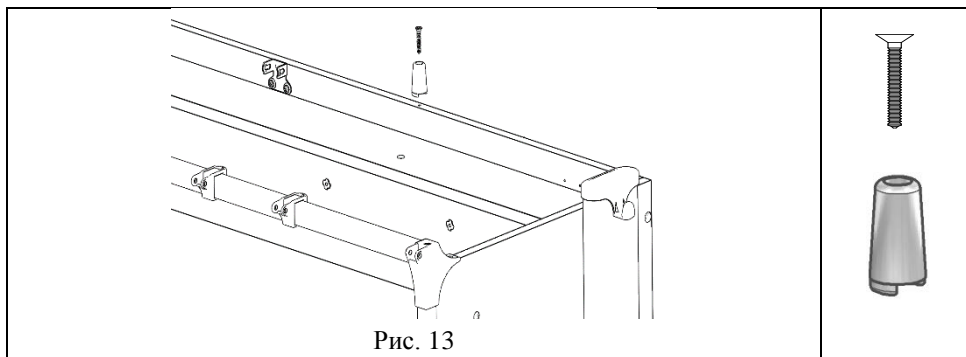

Рис. 13
5.4.3. К сборке по п. 5.4.2 прикрутить упор (поз. 8, пакет № 142а) с помощью винта самонарезающего (поз. 6, пакет №142а), см. рис. 13.